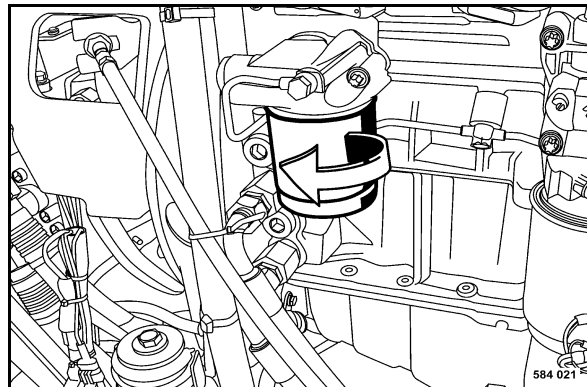

Fig. 141
- Dévisser la cartouche (Fig. 141) au moyen d'une clé à bande appropriée.